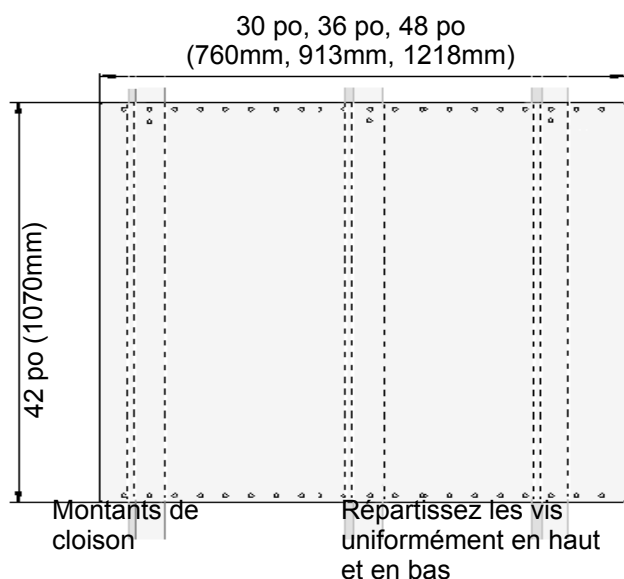

Figure 15 : Installation du dossieret de protection
3. Utilisez deux vis fournies pour fixer le haut et le bas du dossieret de protection dans chaque montant de cloison (voir *Figure 15*).